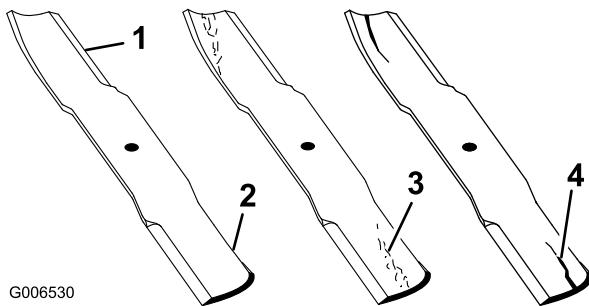

Figure 54
1. Examinez le tranchant des lames (Figure 54). Si les lames ne sont pas tranchantes ou si elles présentent des indentations, déposez-les et aiguisez-les (voir Aiguisage des lames).
2. Inspectez les lames, surtout la partie relevée (Figure 54). Remplacez immédiatement toute lame endommagée, usée ou qui présente une entaille (Figure 54).